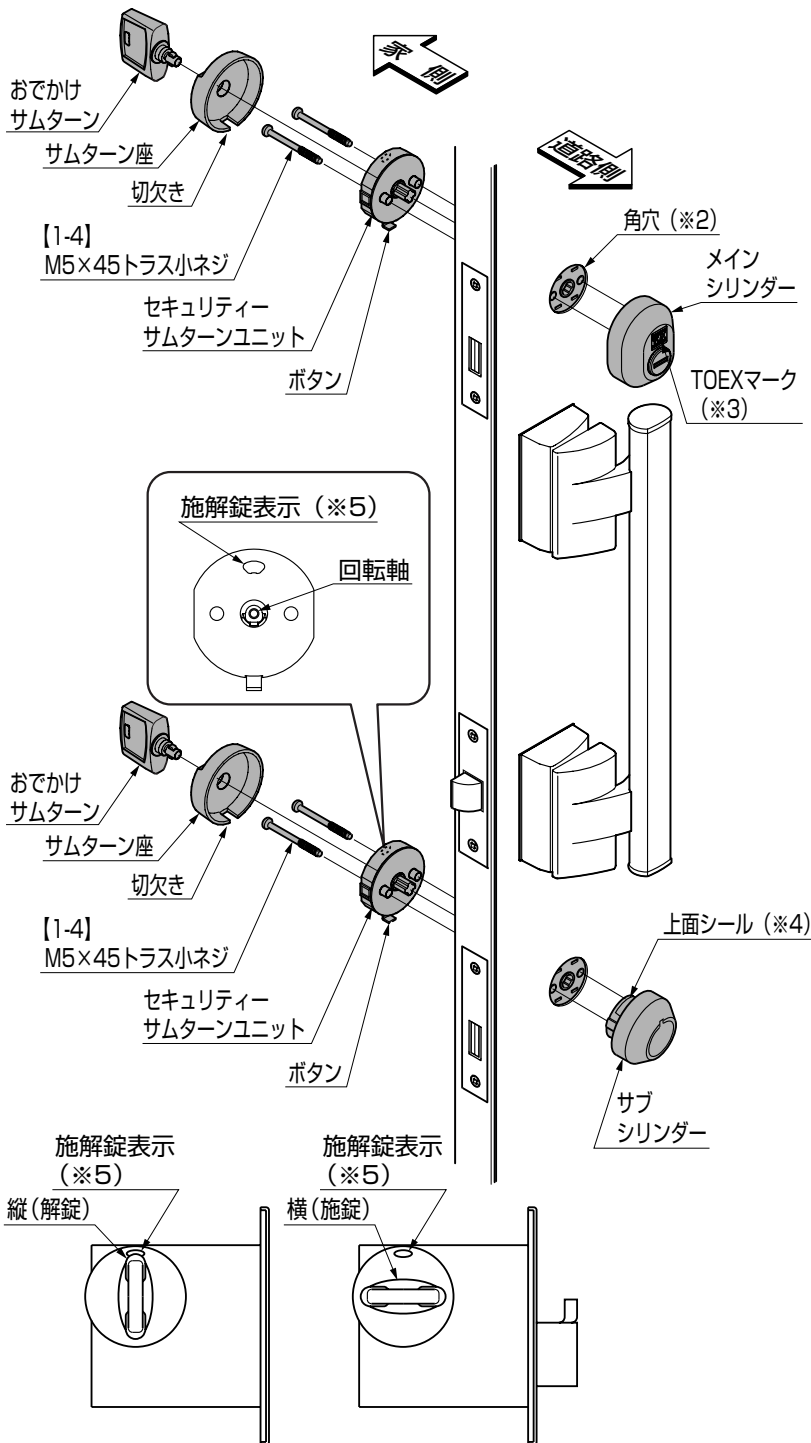

図3-1 サムターンツマミの操作
- おでかけサムターンのツマミを回すと、施解錠表示(※5)が解錠時「白」、施錠時「黒」になります。(図3-1参照)